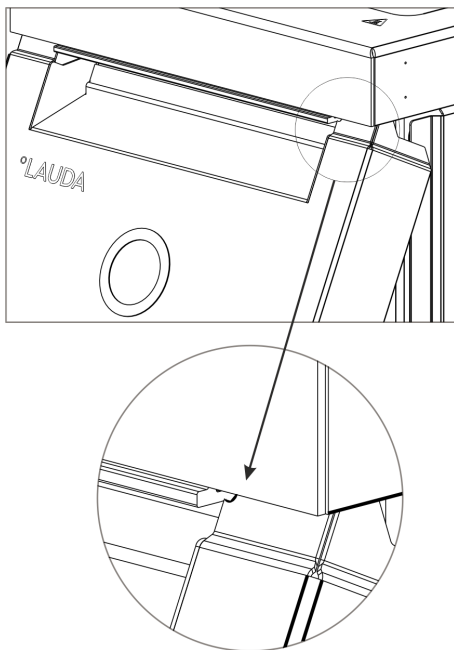

Abb. 45: Radien an der Frontblende
2. Schieben Sie die Frontblende nur so weit nach oben, dass die Radien noch zu sehen sind Abb. 45.